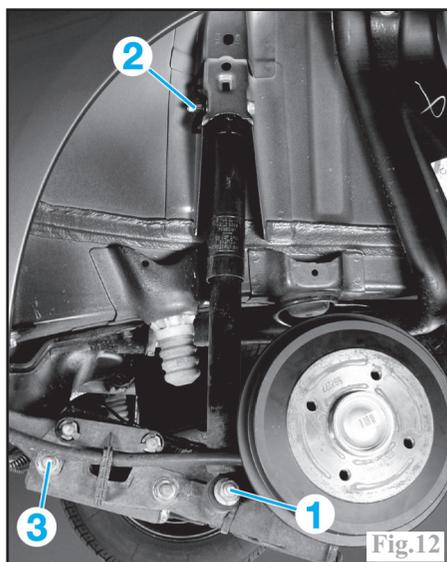

Fig.12
-le boulon de fixation (1) de l'amortisseur sur le bras (Fig.12).
-le boulon de fixation (2) de l'amortisseur sur la caisse.
-déposer le boulon (1) de fixation inférieur de l'amortisseur (Fig.12).
-déposer le boulon de fixation (3) du bras sur la traverse de l'essieu (Fig.12).